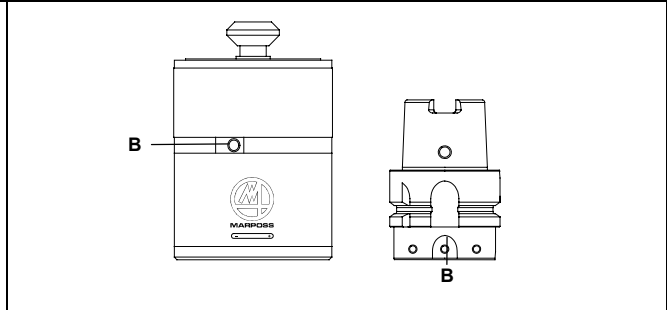

Figure 16-2
Pour fixer le groupe support air de nettoyage (A), utilisez les orifices (B) sur l'émetteur et sur le cône (Figure 16-2). La pression de l'air doit être de ≤ 6 bars (88.175psi).